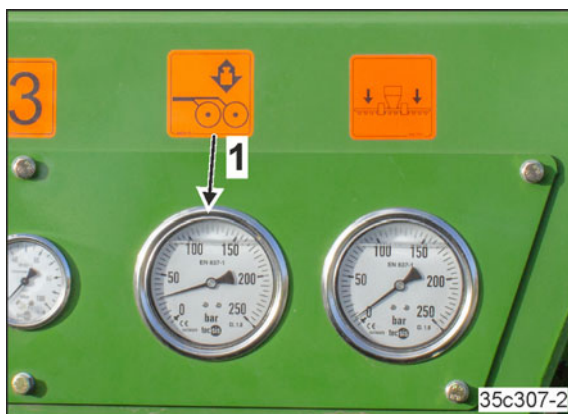

Bild 183
3. Manometern (Bild 183/1) visar när det högre trycket appliceras på plogbillarna.